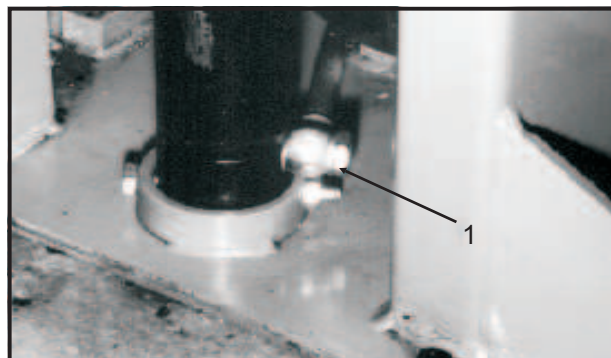

Fig.17
- nel caso dovesse verificarsi improvvisamente una grossa perdita nel circuito idraulico (es.: rottura di un tubo), intervengono le valvole di blocco poste nella parte inferiore dei cilindri (rif.1 Fig.17).
- In case of a sudden, great leakage in the hydraulic circuit (a broken pipe), the blocking valves, at the bottom of each cylinder, will trip (ref.1, fig.17).